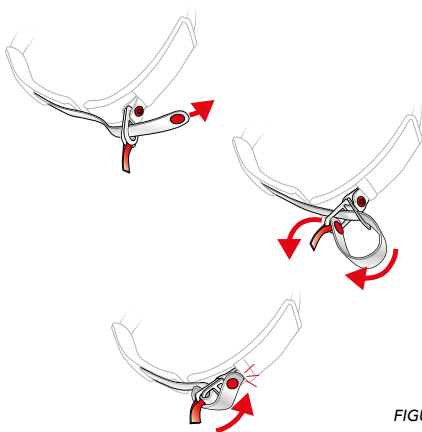

FIGURA 2
■ SISTEMA DE SUJECIÓN Double D-RING – Figura 2
la lengüeta de desenganche (figura 2).